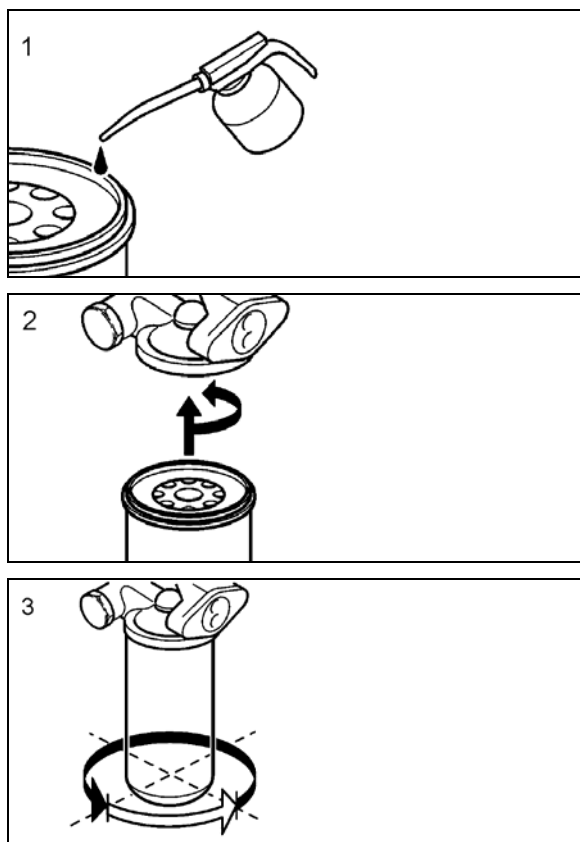

FIGURE 9 : REMPLACEMENT DU FILTRE À HUILE
- Remplir les nouveaux filtres à huile avec de l'huile à moteur homologuée. Selon la Figure 9, lubrifier aussi les joints de filtre avec de l'huile à moteur (1) fraîche. Serrer à la main les filtres à huile jusqu'à ce que les joints fassent contact avec le boîtier de filtre(2). Continuer à serrer à la main de 3/4 à 1 tour supplémentaire (3).